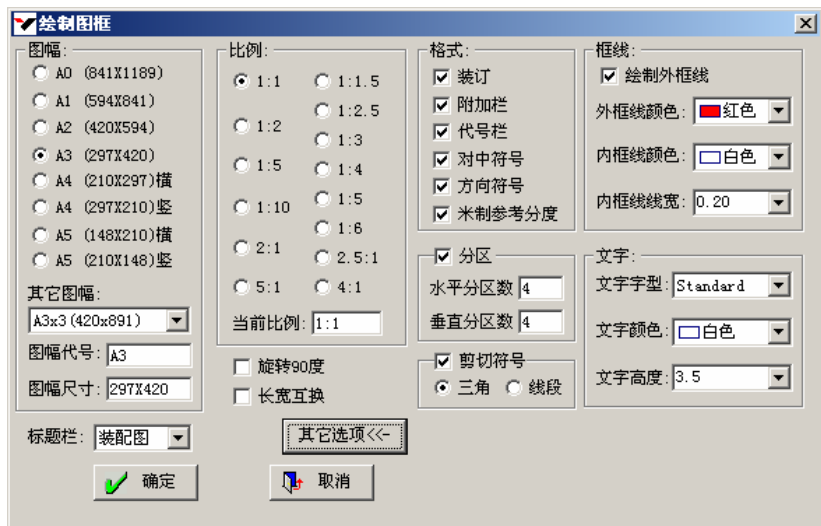

图 3-34 其它选项
(2) 点击右下角【其它选项】，此时界面会展开，如图 3-34 所示，各项参数功能介绍如下：